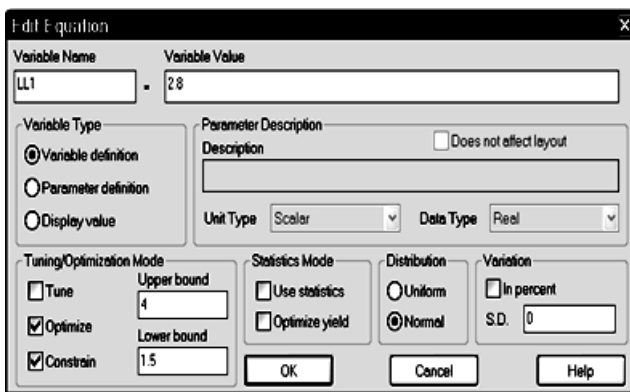

Рис. 3.5
4. Назначьте переменные для оптимизации. Для этого откройте окно схемы. Щёлкните по переменной **LL1** левой кнопкой мышки и затем правой кнопкой и выберите **Properties**.. В открывшемся окне (рис. 3.5) отметьте **Optimize** и **Constrain**. В поле **Upper bound** введите **4**, в поле **Lower bound** введите **1.5**. Нажмите **OK**.